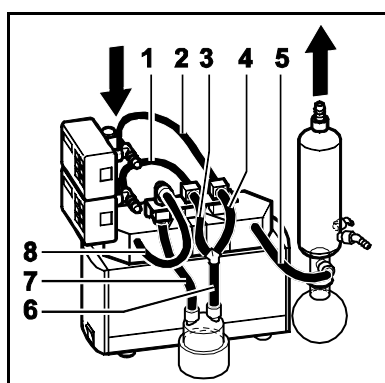

Fig. 18 : Raccordement système SCC
8	Tuyaux (voir Fig. 18) <ul style="list-style-type: none"> ▪ Résistant au fluide utilisé ▪ Diamètre intérieur 10 mm ▪ Longueurs : (1) environ 320 mm, (2) environ 260 mm, (3, 4) environ 120 mm, (5) environ 220 mm, (6) environ 135 mm, (7) environ 175 mm, (8) environ 350 mm
5. Raccorder le système (voir Fig. 18).